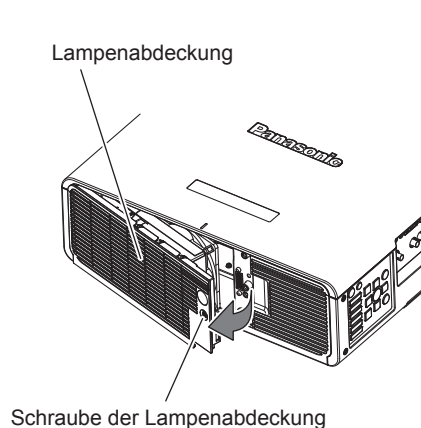

Abb. 1
- 2) **Nehmen Sie die Lampenabdeckung ab. (Abb. 1)**